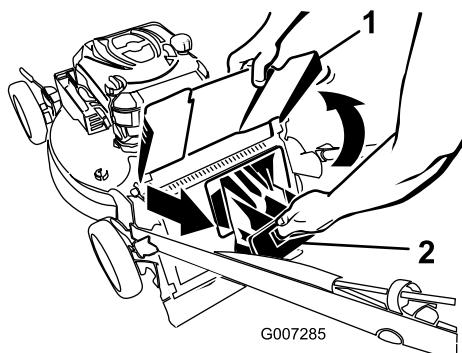

**Figura 22**
1. Pase la cuerda del arrancador alrededor de la guía de cuerda inferior (Figura 22).